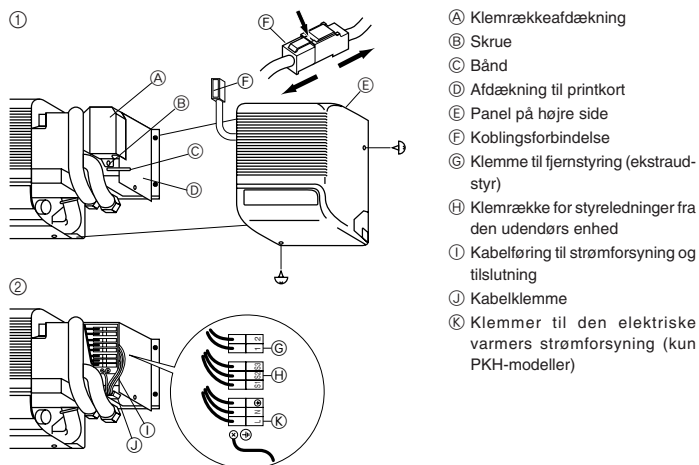

Fig. 6-1
6.1. Indendørs enhed (Fig. 6-1)
- ① Fjern panelet på højre side. For at gøre dette, fjern da skrueerne på den nedre og den højre side. Fjern fastgørelsesskrueerne på klemrækkeafdækningen for at tage afdækningen af.
- ② Tilslut strømmen, kontrollér ledningen. (3 × 2,5 mm² 2 poler).